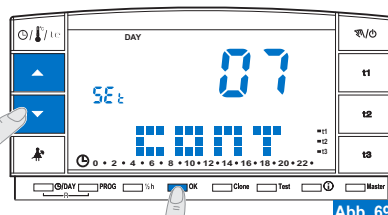
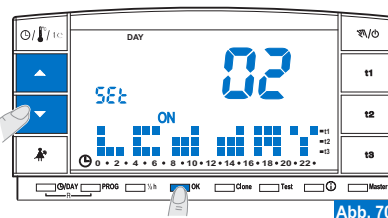

Abb. 69
Abb. 70
- Ändern die den ausgewählten Kontrastwert mithilfe der Tasten  ; jedem Tastendruck entspricht dabei eine Änderung um 1 Punkt (Beispiel Abb. 69).
- Drücken Sie auf dem Bildschirm mit der Anzeige des Displaykontrasts (Beispiel Abb. 69) die Tasten ▲▼, um die Stufe "02" LCd dAY auszuwählen (Beispiel Abb. 70).